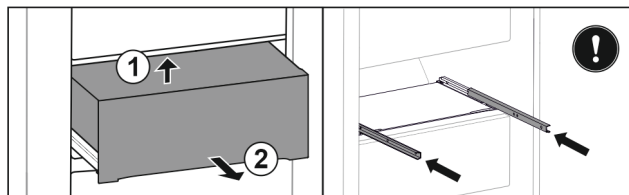

Fig. 46
- ▶ Nadzvedněte zásuvku zezdola vzadu. Fig. 46 (1)
- ▶ Vyjměte zásuvku dopředu. Fig. 46 (2)